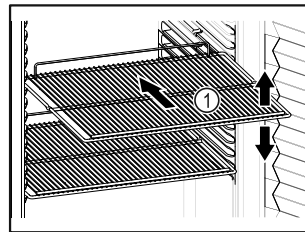

Fig. 84 Ενδεικτική απεικόνιση
- ❑ Εάν οι σχάρες Fig. 84 (1) είναι ρυθμιζόμενες, προσαρμόστε τα ανάλογα με το ύψος.